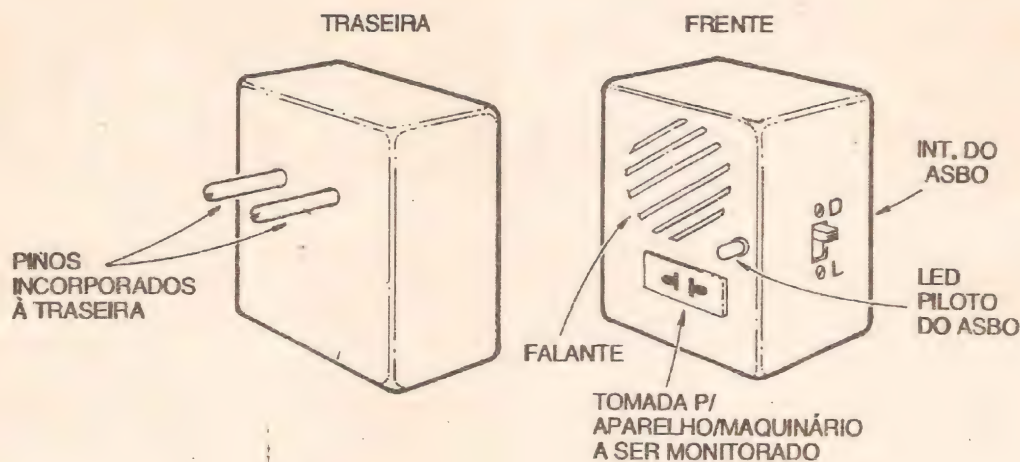

Fig.6
- **FIG. 6 - SUGESTÕES E POSSIBILIDADES PARA O ACABAMENTO EXTERNO...** - Na sua versão mais simples, o **ASBO** poderá ser encapsulado numa caixinha de mínimas dimensões (basta que *caibam* a plaquinha, as pilhas e o falante...), ligada a uma tomada local de C.A. através de um par de pinos padronizados, incorporados à sua traseira, ou mesmo através de um curto *rabicho*... Entretanto, quem quiser sofisticar a *coisa*, tornando-a ainda mais prática, funcional e... profissional, poderá (incluindo o adendo sugerido na figura anterior...) dar o acabamento/*lay out* mostrado no diagrama, em que se vê primeiro a *traseira* da caixa, com os pinos *machos* de entrada da C.A. incorporados, e na sequência, a *frente*, sobresaindo a tomada para o aparelho/